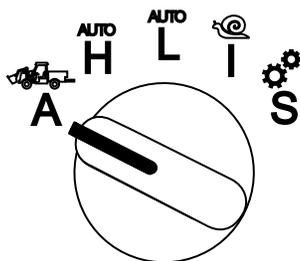

Рисунок 24
33. Поверните переключатель выбора режима работы в положение АТТАШМЕНТ (НАВЕСНОЕ ОБОРУДОВАНИЕ) (Рисунок 24).